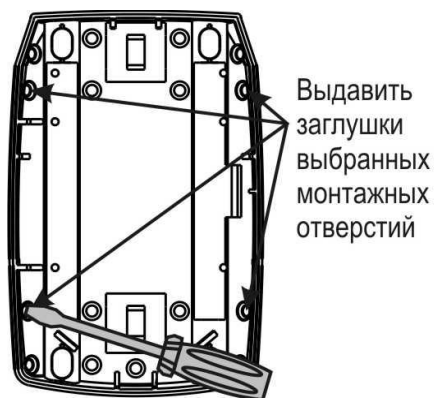

Рисунок 9.4
- сделать разметку на стене на необходимой высоте (от 2,35 до 2,5 м – исполнения А, Б, от 2,20 до 2,35 м – исполнение Р) по приложенному основанию (рисунок 9.4):